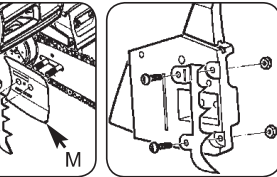

Fig. 3K
- Reprenez du kit la plaquette extérieure du guide-chaîne (M) et placez-la de façon à ce que ses extrémités courbées (supérieure et inférieure) pointent dans le sens inverse de la chaîne (Fig. 3K).